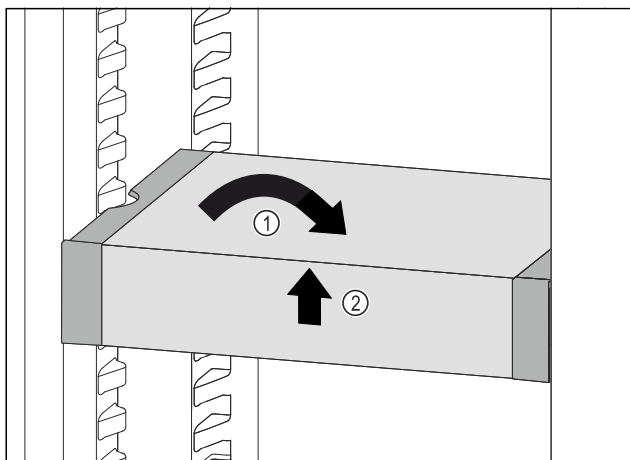

Fig. 143
- Ispravite VarioSafe. Fig. 143 (1)
► Podignite sprijeda VarioSafe. Fig. 143 (2)